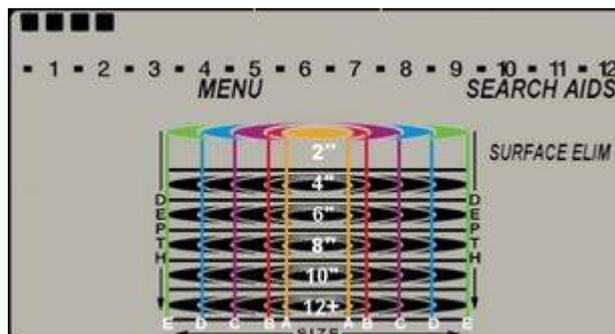

Рис.28
- ✓ На Верхней шкале отображается расстояние (в дюймах) от катушки, на котором любые металлические объекты будут игнорироваться (от 0" до 4"(10см) с шагом 1", Рис. 28)
- ✓ Настройка функции ***SURFACE ELIM*** отображается наглядно на указателе глубины-размера. На глубине, до которой будут игнорироваться объекты, отсутствуют изображения овалов (Рис. 28).